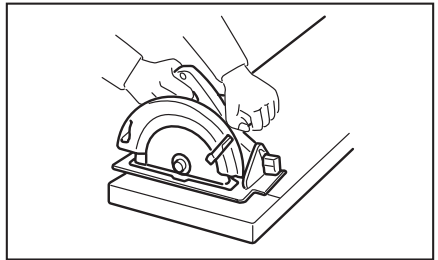
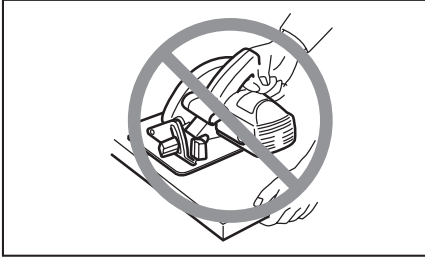

Fig. 5
Fig. 6
16. **Placez la partie la plus large de la base de la scie sur la partie de la pièce qui est fermement soutenue, non sur celle qui tombera une fois la coupe effectuée.** À titre d'exemples, la Fig. 5 illustre la BONNE façon de couper l'extrémité d'une planche, et la Fig. 6 la MAUVAISE façon. Si la pièce à travailler est courte ou petite, immobilisez-la avec un serre-joint. **N'ESSAYEZ PAS DE TENIR LES COURTES PIÈCES AVEC LA MAIN!**